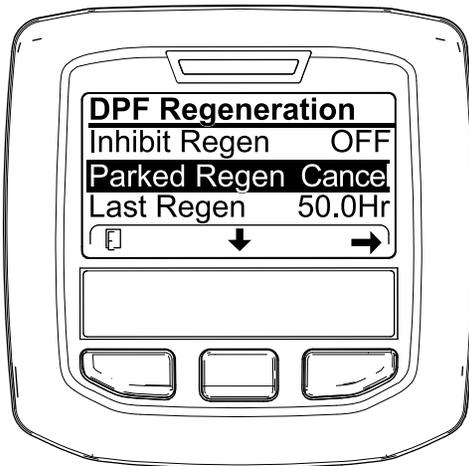
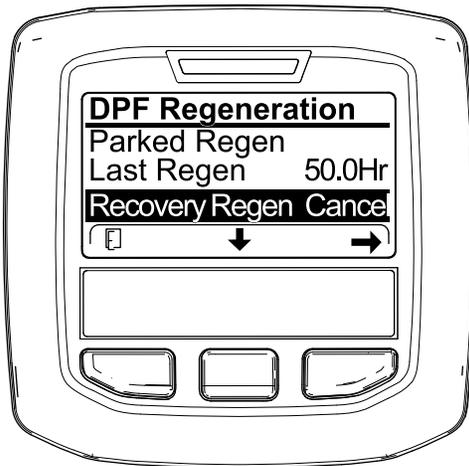

図 60
図 61
1. DPF 再生メニューにアクセスする 図 60。
2. 中央ボタンを押して下へスクロールし、駐車再生キャンセル PARKED REGEN CANCEL (図 60) またはリカバリ再生キャンセル RECOVERY REGEN CANCEL を選ぶ 図 61。
3. 右ボタンを押すと再生キャンセルに Regen Cancel に入る 図 60 または 図 61。